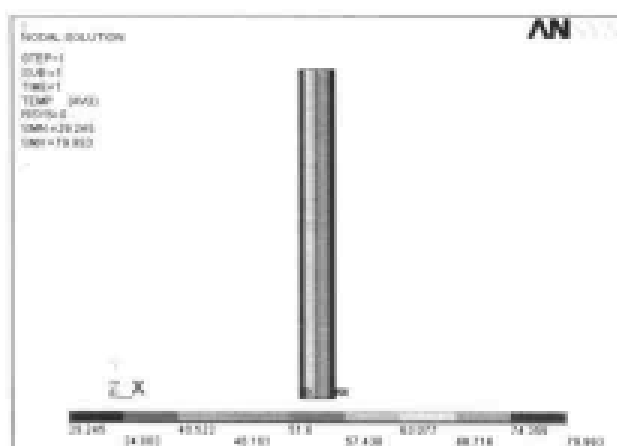

图 9-61 隔热层温度场分布等值线图
(3) 选择 Utility Menu | Select | Entities 命令, 出现 Select Entities 对话框, 在第 1 个下拉列表框中选择 Nodes 选项, 在第 2 个下拉列表框中选择 Attached to 选项, 在第 3 个选项组中选择 Elements 单选按钮, 在第 4 个选项组中选择 Reselect 单选按钮, 单击 OK 按钮关闭该菜单。
(4) 选择 Main Menu | General Postproc | Plot Results | Contour Plot | Nodal Solu 命令, 出现 Contour Nodal Solution Data 对话框, 选择 Nodal Solu | DOF Solution | Nodal Temperature 选项, 单击 OK 按钮, ANSYS 显示窗口显示隔热层的温度场分布等值线图, 如图 9-61 所示。